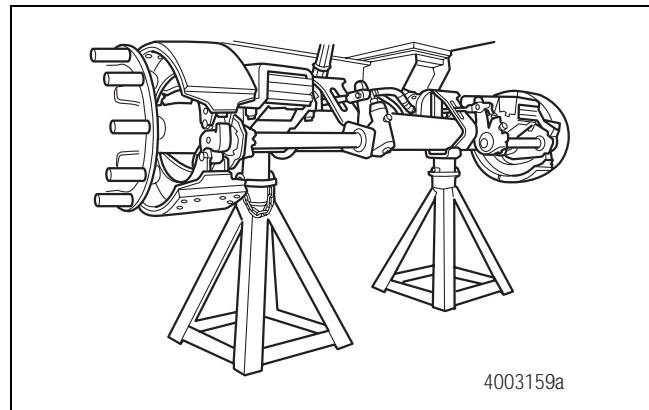

Figura 3.3
4. Coloque soportes de seguridad debajo del bastidor del semirremolque o debajo de cada asiento de muelle del eje. Figura 3.3.